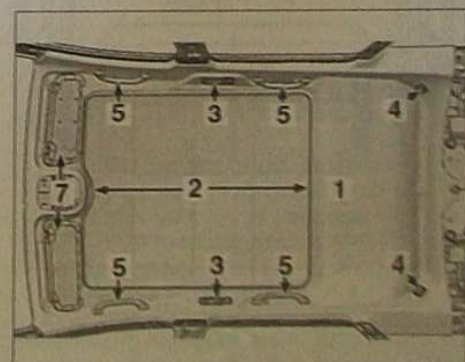

FIG. 52
Déposer le jonc (2) de garniture (1) (Fig.52).